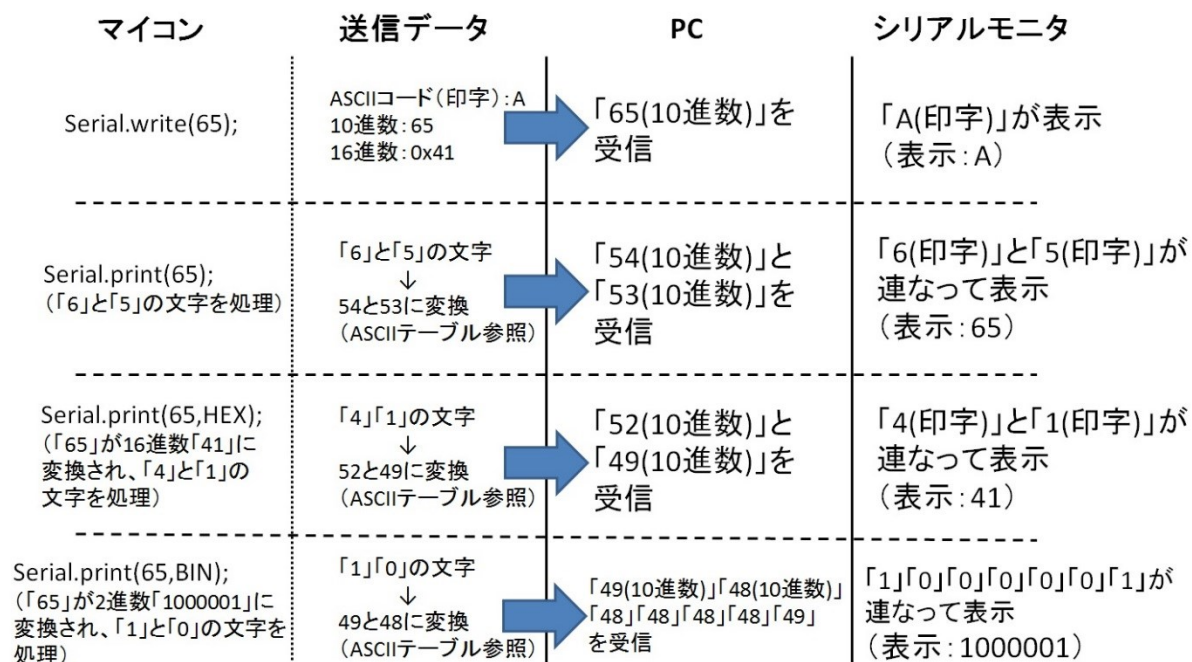

図 2.76 Serial.write と Serial.print の違い
- (4) シリアルモニタを起動して, マイコンからのデータの受信結果を確認する。
- (5) マイコンの変数 `thisByte` の値 `65` が, パソコンでは次のように受信されて表示される (図 2.76 参照)。
(4) スケッチを実行する。
(5) シリアルモニタを起動して、マイコンからのデータの受信結果を確認する。
(6) 図 2.76 に示されるように、i の値が 48 の場合、Serial.write では 48 に対応する「0」という ASCII コード（印字）を、Serial.print では「4」「8」の印字を、シリアルモニタで確認する。